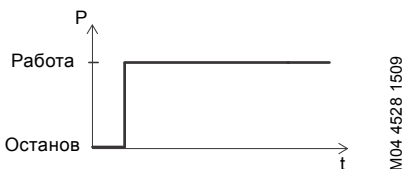

Рис. 13 Режим работы S1
- **S1, непрерывный режим работы:** Насос может работать непрерывно без остановки для охлаждения. См. рис. 13. При полном погружении насос в достаточной степени охлаждается окружающей его жидкостью.